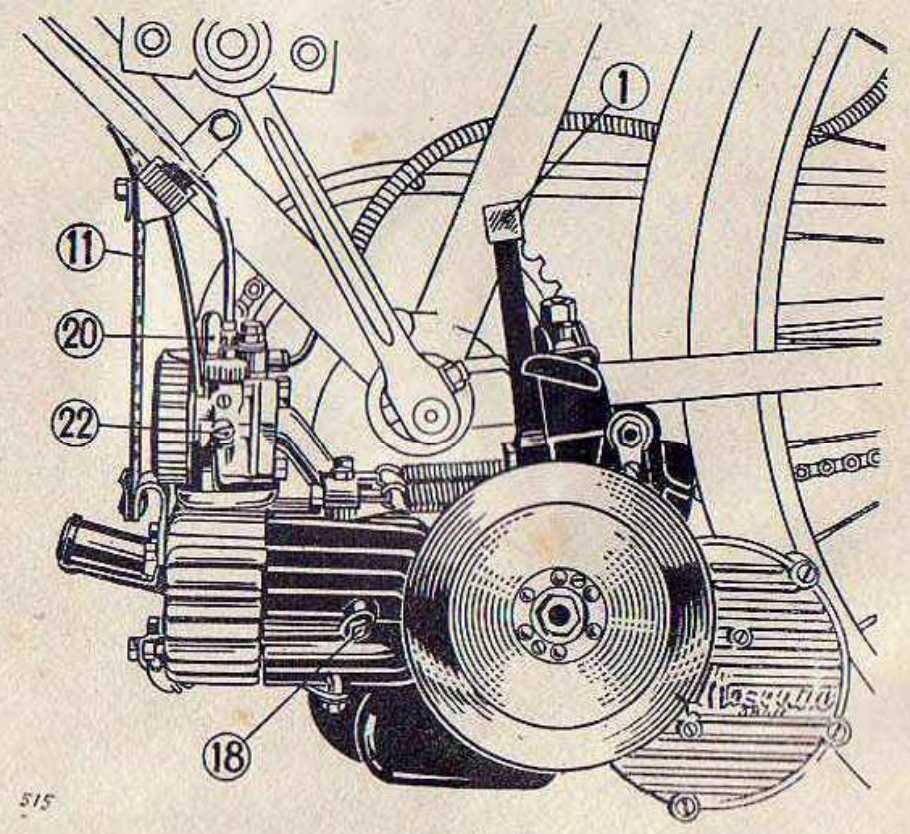

Fig. 5
S'assurer que la roue tourne librement sans toucher le galet en aucun point, et qu'avec le levier 1 en **POSITION DE MARCHÉ** (Fig. 5), le pneumatique étant gonflé normalement, le cylindre moteur soit légèrement soulevé à l'avant, et la **BANDE PERFORÉE 11 D'EQUERRE AVEC LE CYLINDRE**.
B) Rapprocher le moteur de la roue en poussant vers l'avant le levier 1 (Fig. 5).
- C) Si le moteur est froid, presser à fond 3 ou 4 fois la petite pompe 20 (Fig. 5).
PETITE POMPE 20 (Fig. 5) DE MISE EN MARCHÉ
A chaque coup de pompe, une petite quantité de carburant est injectée dans la chambre du gicleur qui se trouve sous la vis de fermeture 22 (Fig. 5) et enrichit la carburation.
Les bouchons 18 (Fig. 5) sont montés à force et orientés de façon déterminée. On ne doit jamais les démonter ni les faire tourner, avec l'intention de les visser à fond.
le volant de façon que la flèche tracée à la périphérie coïncide avec celle tracée sur le carter à ailettes (Fig. 5). Dans cette position les contacts au rupteur doivent commencer à s'ouvrir. Le moteur étant enlevé de la bicyclette, démonter les axes de la suspension (tout au moins celui du bas), nettoyer et remonter, en renouvelant la graisse qui se trouve dans la